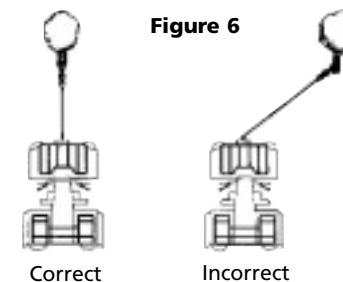

Figure 6
13. **ÉVITEZ LES TREUILLAGES CONTINUS EFFECTUÉS À DES ANGLES EXTRÊMES** car ils enrouleront le câble sur un côté du tambour (Fig. 6). Ceci peut coincer le câble dans le treuil et endommager le câble ou le treuil.